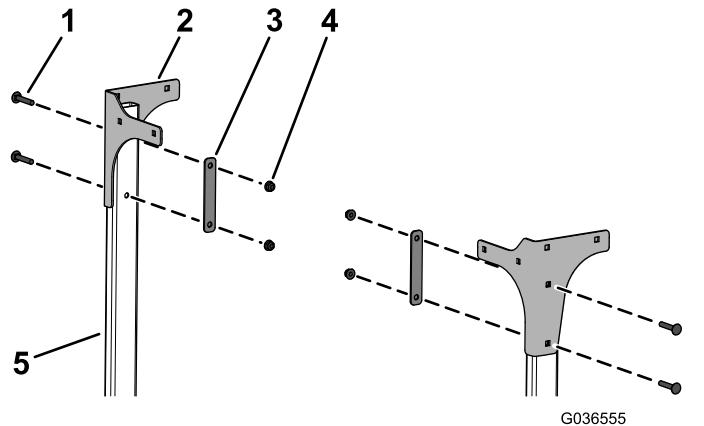

图8
7. 如图8 所示, 用 4 个托架螺栓 (5/16 x 1 1/4 英寸)、2 个支撑板和 4 个凸缘螺母 (5/16 英寸) 将左、右后安装板松松地安装到支撑管上。